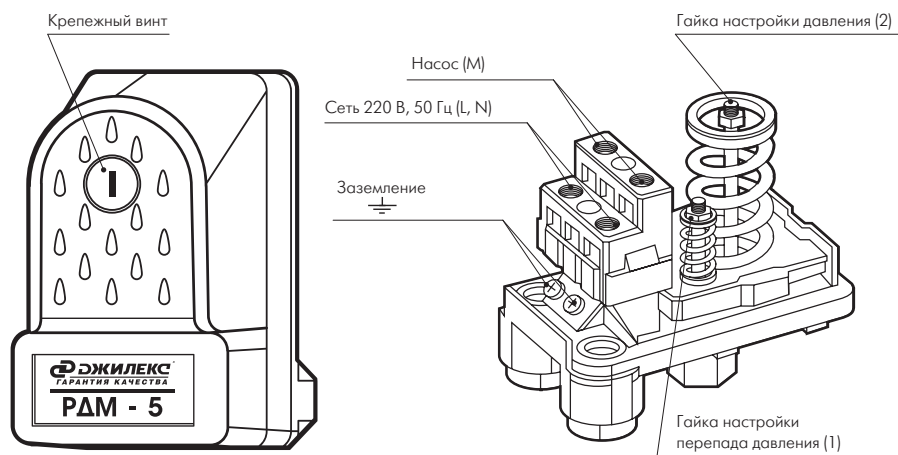

Рисунок 5
- отвинтив крепежный винт (рисунок 5), снимите крышку реле. Верхний и нижний предел давления «РДМ-5» регулируется гайкой (2), фиксирующей положение пружины. Чтобы увеличить значение верхнего и нижнего предела давления, закручивайте гайку по часовой стрелке. Чтобы уменьшить, откручивайте гайку против часовой стрелки.